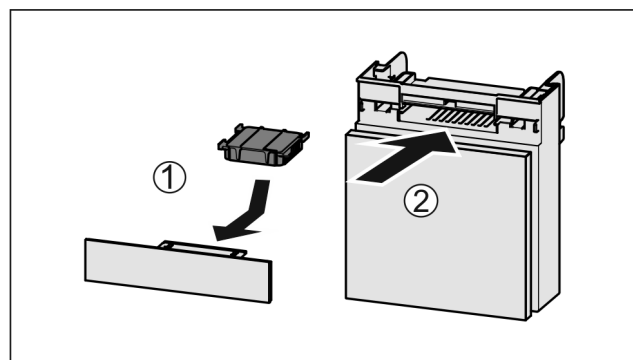

Fig. 67
- ▶ Actiefkoolfilter overeenkomstig afbeelding aanbrengen Fig. 67 (1).
- ▶ Lade erin schuiven Fig. 67 (2).